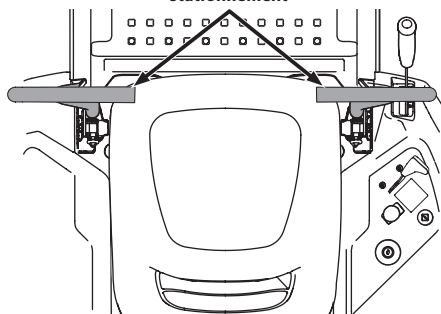

Figure 19
1. L'opérateur doit être assis sur le siège du tracteur avec les leviers de contrôle de la barre abdominale complètement sortie et en position de stationnement. Consultez la Figure 19. Reportez-vous à la rubrique Consignes de sécurité pour obtenir de plus amples directives.